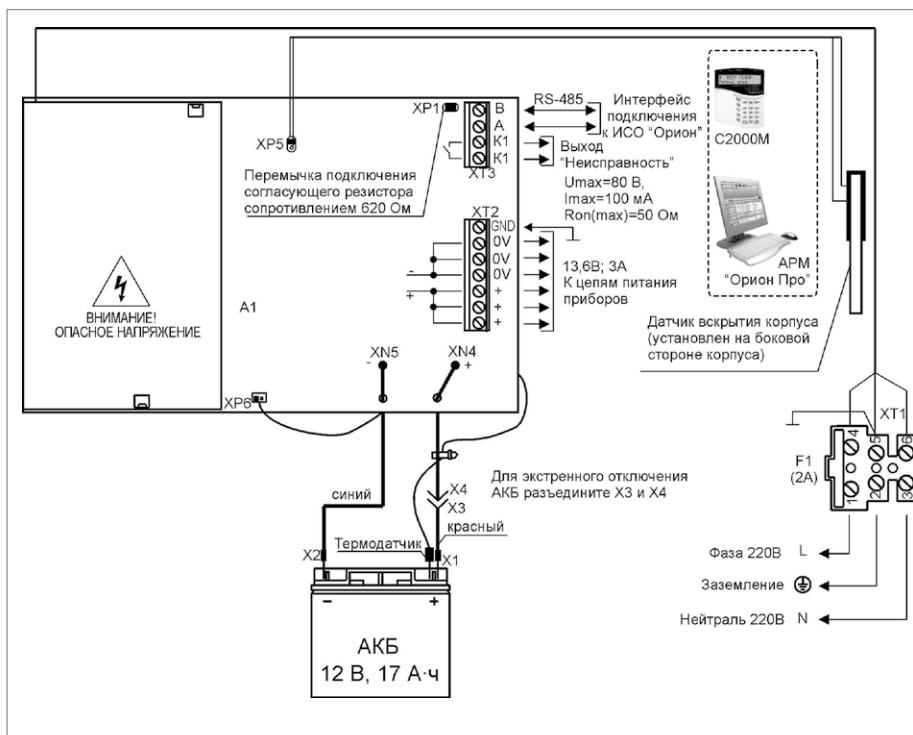

Рисунок 2.
2.6. Схемы подключения РИП-12 исп.50 (РИП-12-3/17M1-P-RS) и РИП-12 исп.51 (РИП-12-3/17-P-RS) приведены на рис. 2 и 3 соответственно.
2.17. Проверьте правильность произведённого монтажа в соответствии со схемой подключения (Рис. 2 и 3).
- 2.27. Отключите АКБ от платы РИП, отсоединив контакты X1, X2 от клемм АКБ (см. рис. 2 и 3).